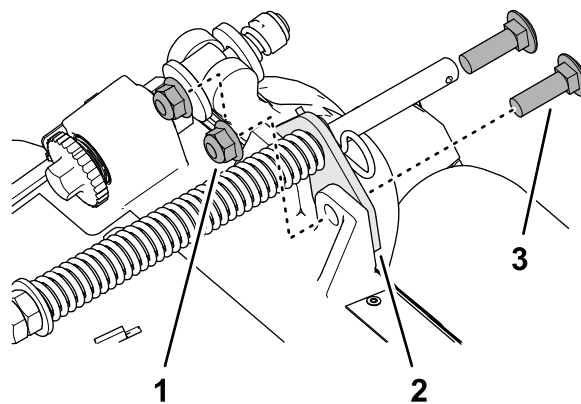

Figura 11
- Retire las 2 contratuercas con arandela prensada ($\frac{3}{8}$ ") y los 2 pernos de cuello cuadrado ($\frac{3}{8}$ " x $1\frac{1}{4}$ ") que sujetan el soporte del muelle de compensación al bastidor de la unidad de corte (Figura 11).